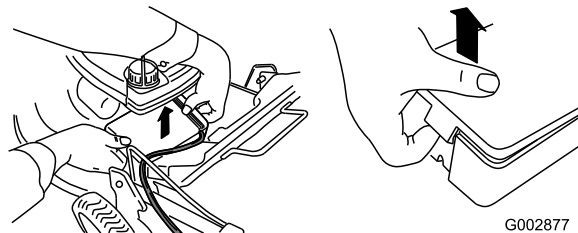

Figure 39
1. Dégagez les deux extrémités du couvercle de la batterie et déposez le couvercle (Figure 39).